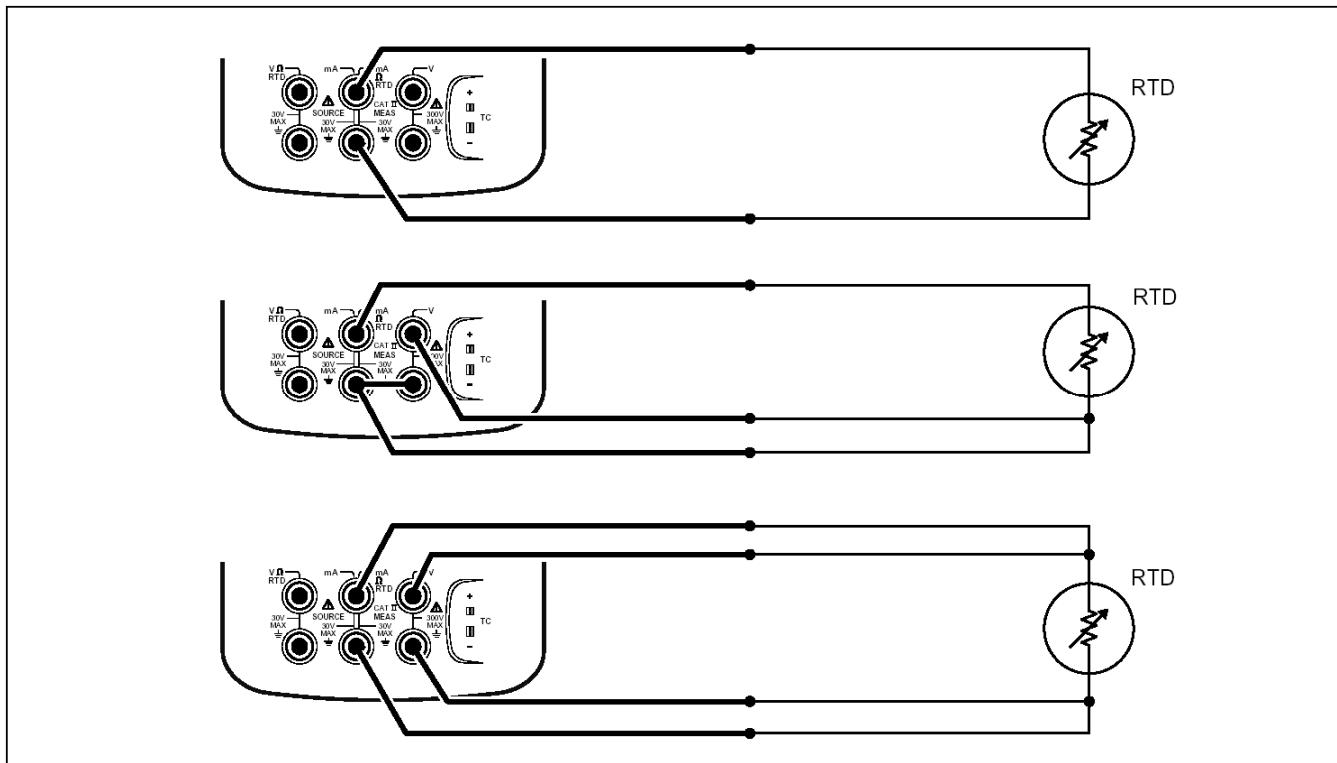

图 15 使用 RTD 测量温度
最常见的 R_0 为 100 Ω。大多数 RTD 具有一个三端子配置。该校准器可以 2 线制、3 线制或 4 线制连接接受 RTD 测量输入，如图 15 所示。4 线制配置的测量精度最高，2 线制的测量精度最低。
6. 按屏幕上或图 15 中的显示将 RTD 连接到输入插孔。如果使用 3 线制连接，则在 mA Ω RTD MEAS 低插孔和 V MEAS 低插孔之间连接一条跨接线，如图所示。